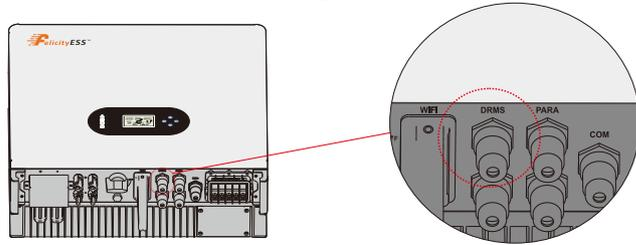

Figura 4.5-1 Interfaz DRMS
Paso 1. Desenrosque esta placa del inversor. Ver Figura 4.5-1.